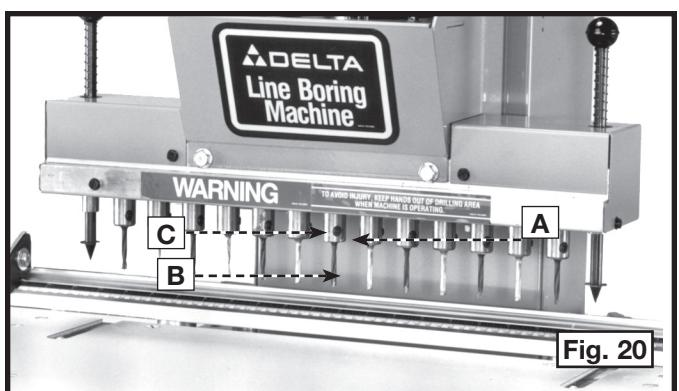

Fig. 20
2. Inserte las brocas de mandrinado (B) Fig. 20 (no incluidas con la mandrinadora) en los husillos (C). Inserte la broca (B) lo más que pueda y ajuste los tornillos de fijación de las brocas (con la llave en T incluida).
NOTA: Se requieren trece brocas para la mandrinadora de 13 husillos (siete de rotación diestra y seis de rotación siniestra). Inserte una broca de rotación diestra en el husillo del centro y en husillo por medio hacia la derecha e izquierda. Inserte las brocas de rotación siniestra en los husillos restantes (Fig. 20).